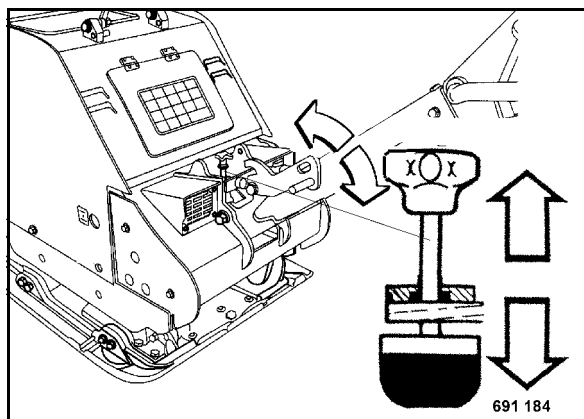

рис. 21
- Установить дышло регулированием по высоте (рис. 21) на требуемый рост.